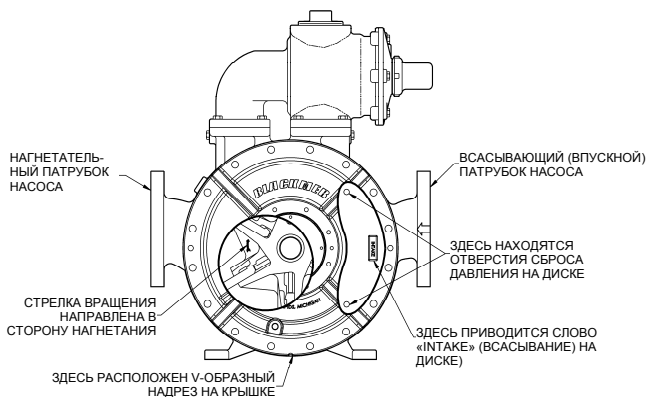

Рисунок 6
1. **ВТУЛКА** – втулка (41) плотно подгоняется к корпусу (12); при установке будьте осторожны во избежание травм пальцев.
- a. Выровняйте и направьте втулку (41) и шпонку втулки (74) вместе в корпус насоса (12). Слово «INTAKE» (ВСАСЫВАНИЕ), нанесенное на втулку, должно быть направлено в сторону входа жидкости в насос. **ПРИМЕЧАНИЕ.** Впускное (всасывающее) отверстие помечено стрелкой, направленной внутрь.
- a. Поместите диск (71) на крышку (20 или 20A) раззенкованными отверстиями для винтов вверх.
- b. Расположите диск таким образом, чтобы при установке узла крышки с дренажным отверстием и V-образным надрезом вниз слово «INTAKE» (ВСАСЫВАНИЕ) на диске было направлено в сторону впуска (всасывания) жидкости в насос. Два отверстия диска должны находиться в положениях «2 часа» и «4 часа» при условии, что впуск находится справа (см. Рис. 6).
- a. Частично установите ротор и вал (13) в открытую часть насоса через отверстие установленной крышки (20 или 20A). Старайтесь не повредить лицевую поверхность диска концом вала. **ПРИМЕЧАНИЕ.** При установке ротора и вала стрелка на роторе должна указывать направление вращения насоса – в сторону нагнетания насоса, когда стрелка расположена непосредственно под валом. См. Рис. 6.